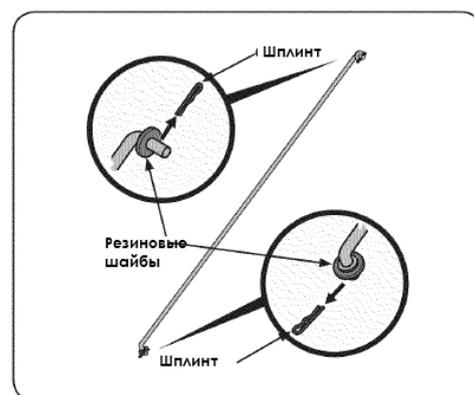

Рис.4
1. Удалите два верхних шестигранных болта и конtringящие гайки с кронштейнов крепления ручки, но не удаляйте нижние болты и гайки. См. Рис. 4.
2. Извлеките пружинные шплинты из тяги управления и установите на место резиновые шайбы. См.Рис.4.